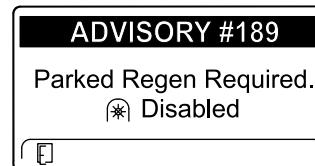

Figura 77
- Dacă nu efectuai o regenerare în stare de parcare în decurs de 2 ore, InfoCenter afiează regenerarea în stare de parcare necesară - priză de putere dezactivată ADVISORY #189 (recomandarea nr. 189 (Figura 77)).